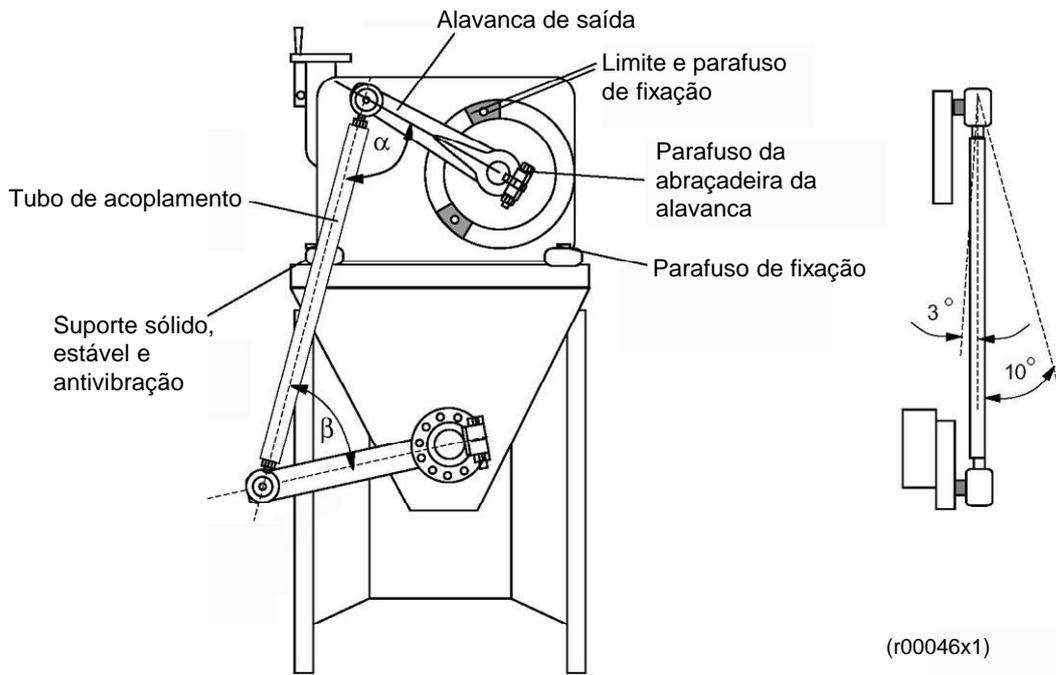

Figura 4: Exemplo de montagem de um Atuador RHD
- Veja o comprimento requerido do tubo de acoplamento na Figura 4.
- Faça um furo cônico na alavanca da válvula para montagem da segunda junta articulada (*ball-and-socket*), como visto na Figura 4.